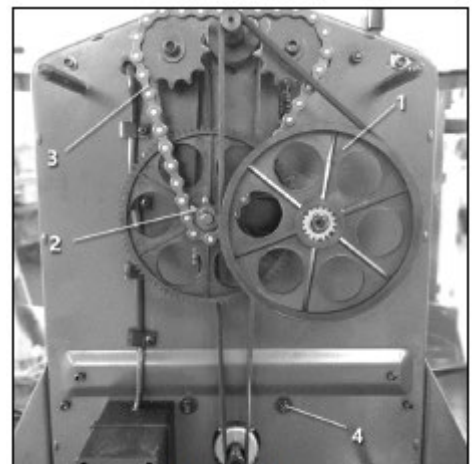

Рисунок 11.
- Снимите шкив 1, звездочку 2 и цепь 3 (рис. 11).